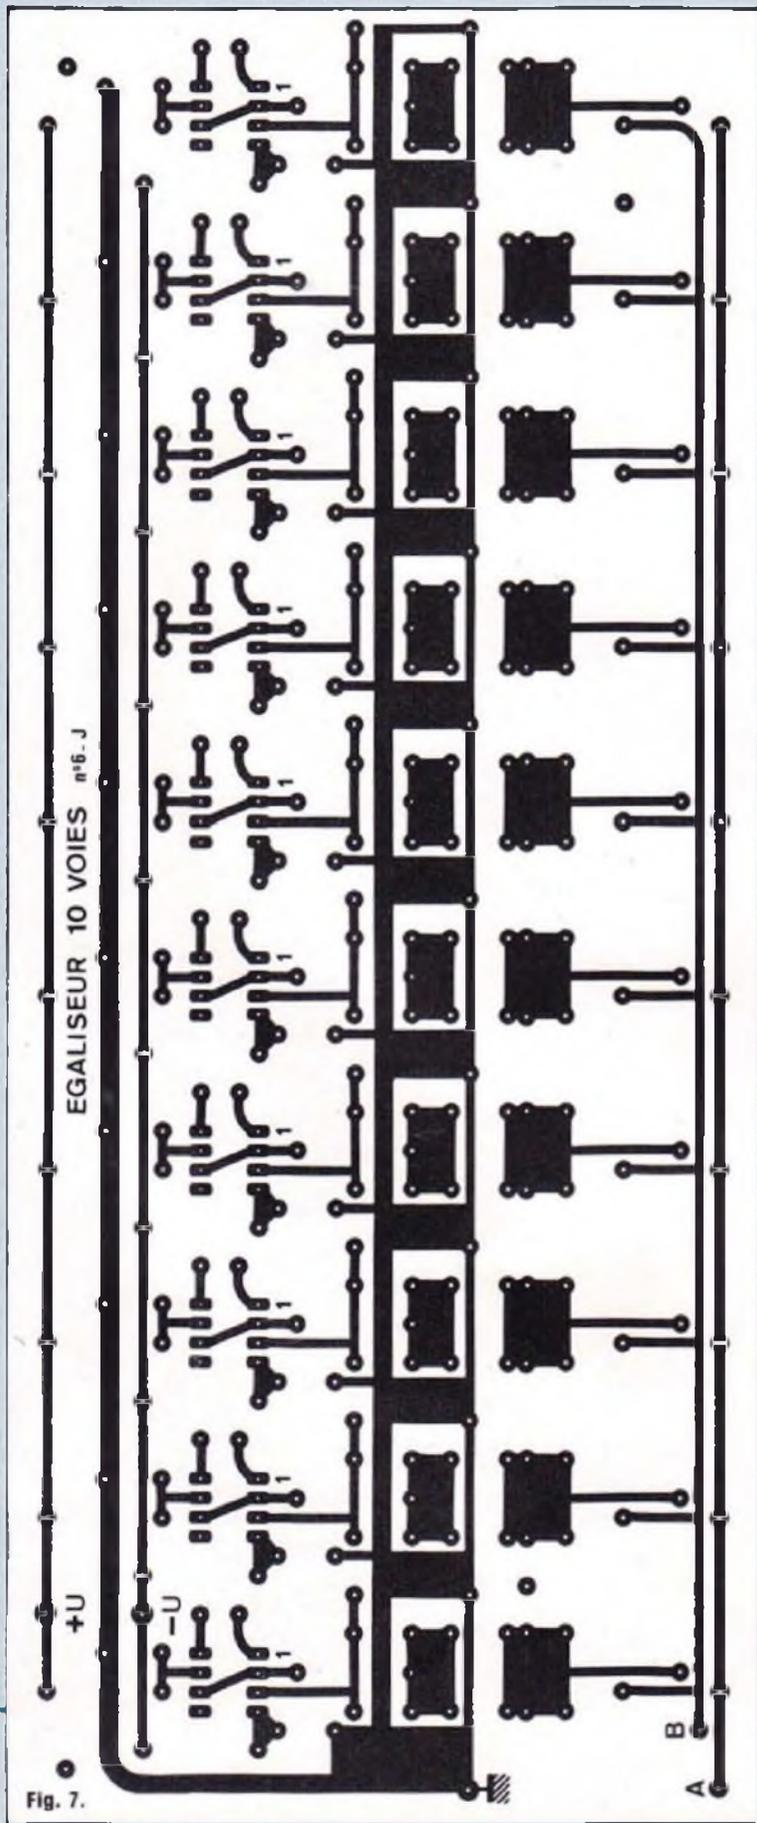

Fig. 7.
- deux plaquettes recevant chacune dix inductances actives (fig. 7) ;
Fig. 7 à 10 : Circuits imprimés du correcteur de fréquence à l'échelle 1.